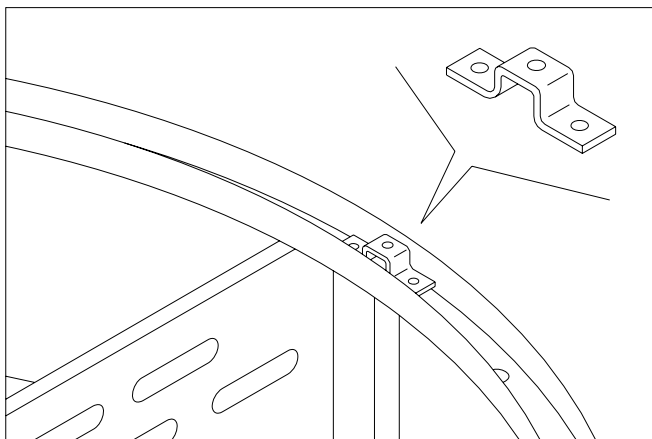

FIG. 9
- 5) Apretar el pulsador ref. A fig. 9 para salir de la VENTA LIBRE